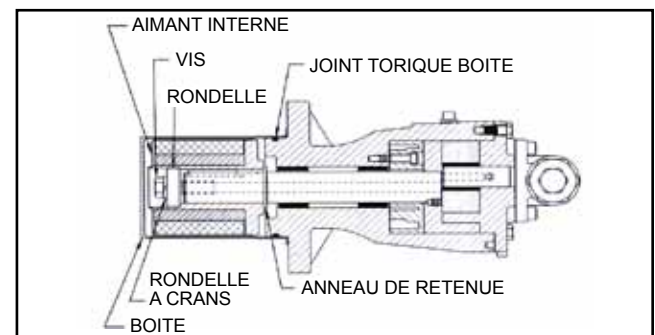

FIGURE 34
3. Installez l'anneau de retenue externe et la clé sur l'arbre. Glissez l'aimant interne sur l'arbre pour qu'il bute contre l'anneau de retenue. Installez la rondelle, la rondelle à crans et la vis pour fixer l'aimant (Voir figure 34). Insérez une barre de cuivre entre deux dents du rotor par un orifice et serrez la vis.